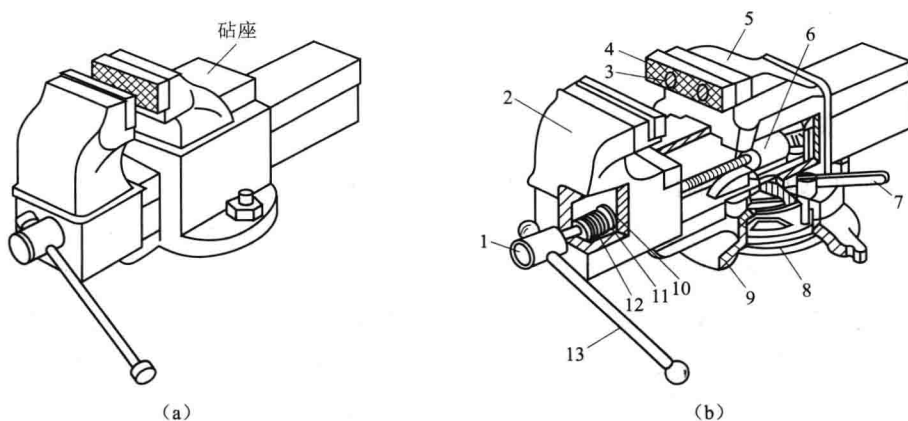

图 1.1.1 台虎钳结构示意图
(1) 台虎钳 (图 1.1.1)
它是用来夹持工件的通用夹具,有固定式 [图 1.1.1(a)] 和回转式 [图 1.1.1(b)] 两种结构类型。台虎钳的规格以钳口的宽度表示,有 100 mm、125 mm、150 mm 等几种。台虎钳在钳台上安装时,必须使固定钳身的工作面处于钳台边缘以外,以保证夹持长条形工件时,工件的下端不受钳台边缘的阻碍。回转式台虎钳的构造及工作原理说明如下: